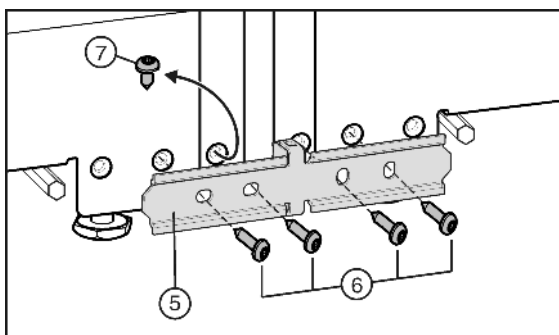

Fig. 6
- ▶ Se l'apparecchio è stato fornito con la vite premontata Fig. 6 (7): Svitare la vite.
- ▶ Fissare la lamiera di collegamento Fig. 6 (5) leggermente ad un apparecchio con due viti Fig. 6 (6).